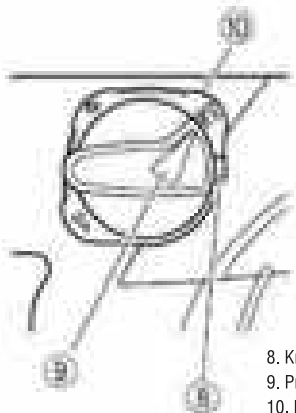

Рис. 7
2. Совместите знак ▲ на рычаге переключателя со знаком  на рукоятке рычага, как показано на рис.7.